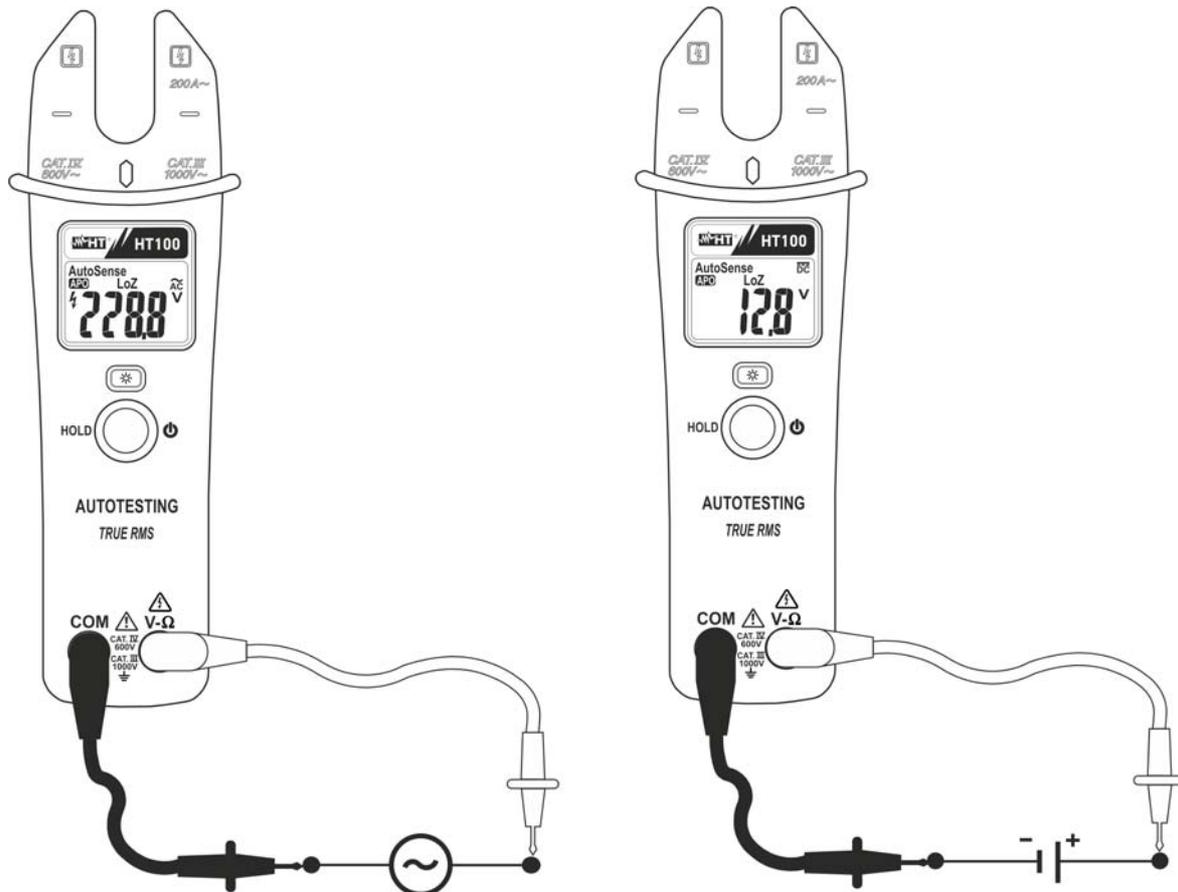

Fig. 3: Uso della pinza in misure di tensione AC e DC
2. Posizionare i puntali nei punti desiderati del circuito in esame (vedere Fig. 3). Il valore della tensione è visualizzato sul display. La pinza seleziona automaticamente l'indicazione AC o DC in funzione della tensione in ingresso
4. La visualizzazione del simbolo "**-**" sul display dello strumento indica che la tensione DC ha verso opposto rispetto alla connessione di Fig. 3